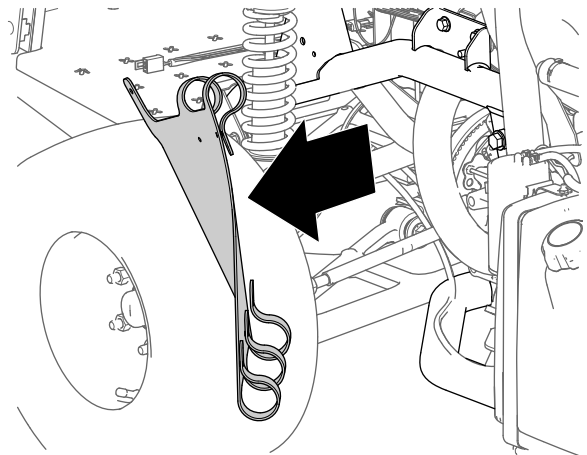

Bild 11
5. Nehmen Sie die innere Kotflügelhaube von der Maschine ab (Bild 11).